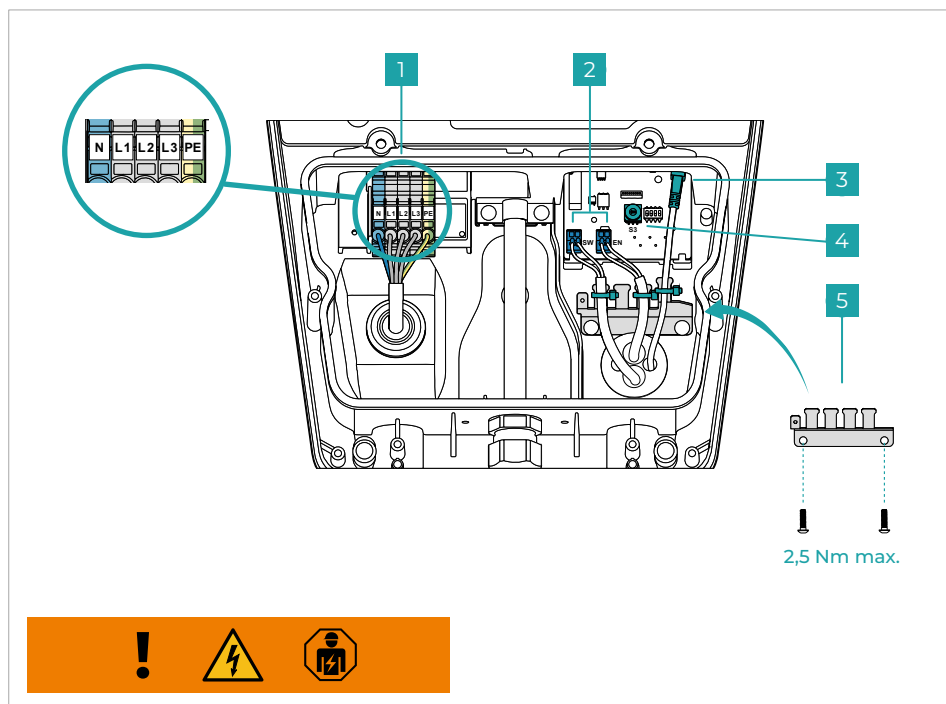
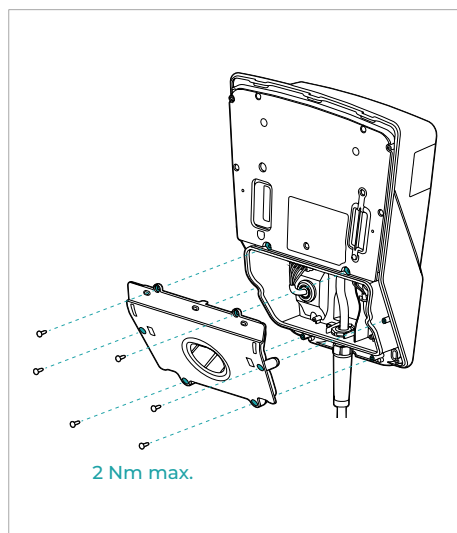

Fig. 6
Fig. 7
En option, un dispositif de verrouillage externe (par ex. interrupteur à clé) peut être raccordé à l'interface interne (fig. 6 - n°2 - interface EN).
- Préparez le câble de raccordement au réseau en conséquence ($\varnothing$ 10 - 20 mm // 5*6 mm² max.) et raccordez-le comme indiqué à la **fig. 6 - n°1**. Le raccordement au réseau se divise en trois phases dans la représentation. Pour raccorder le système de charge au réseau en une phase, utilisez N, L1 et PE.
- Configurez le courant de charge maximal de 6 A à 16 A à l'aide de l'interrupteur rotatif S3 comme indiqué à la **fig. 6 - n°4**.
- En option : préparez les câbles de données (entrée (EN)/sortie (SW) numérique et LAN) et raccordez-les comme indiqué à la **fig. 6 - n°2 & 3**. Pour procéder au raccordement d'un dispositif de verrouillage externe via une entrée numérique, retirez au préalable les ponts de câble.
Effectuez la décharge de traction comme indiqué à la **fig. 6 - n°5** et fixez les câbles de données à l'aide de serre-câbles. Montez le cache inférieur du système de charge comme indiqué à la **fig. 7**.